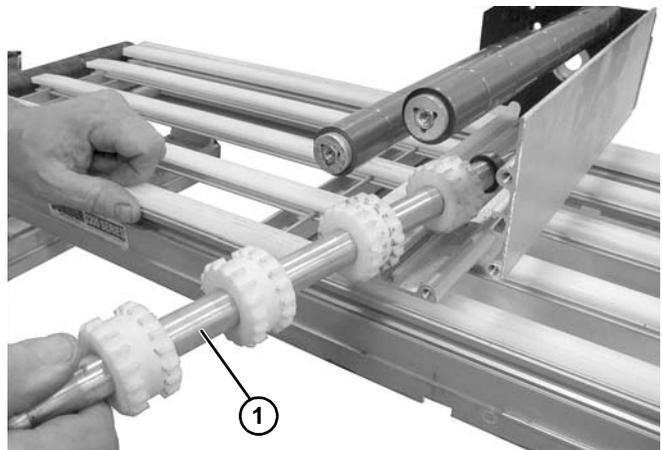

Figure 52
- Retirer l'axe d'entraînement (**Figure 52, élément 1**).